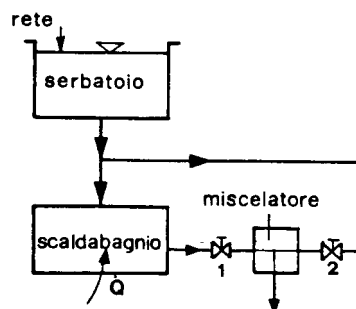

Fig. 3.8
Uno scaldabagno a gas, mostrato in Fig. 3.8 viene alimentato da un serbatoio a livello costante con una portata di 5,0 L/min di acqua alla temperatura di 12,0°C ed alla pressione di 3,0 atm. Nell'ipotesi di regime permanente e moto monodimensionale si calcoli:
- la potenza termica somministrata all'acqua (potenzialità teorica dello scaldacqua), per portare la sua temperatura, all'uscita del miscelatore, quando il rubinetto 2 è chiuso (Fig. 3.8.a) , ad un valore di 45°C; si esprima il risultato in kW .
- Lasciando inalterata la temperatura della portata di acqua calda a 45 ° C, si calcoli la portata massica di acqua fredda a 12°C (regolazione rubinetto 2) necessaria per avere in uscita dal miscelatore una temperatura di 38°C (Fig. 3.8.b).
- Se il serbatoio contiene 500 litri di acqua si calcoli per quanto tempo l'utenza può utilizzare la portata in uscita dal miscelatore a 38 ° C in caso di mancanza di alimentazione dalla rete idrica (Fig. 3.8.c)
a) Quando il rubinetto 2 è chiuso, il sistema si riduce a quello mostrato in Fig. 3.8.a, per il quale la portata in uscita dal serbatoio risulta uguale a quella che attraversa lo scaldabagno, e cioè:
Il primo principio della termodinamica per sistemi aperti (R.11), applicato al sistema di Fig. 3.8.a) fornisce:
Fig.3.8 a)
b) Il volume di controllo, in questo caso, è costituito dal miscelatore, ossia da quella porzione di tubazione delimitata dalla linea tratteggiata in Fig. 3.8 b).
Il bilancio di energia applicato al volume di controllo di Fig. 3.8 b), fornisce la relazione:
Fig. 3.8 b)
c) In assenza di alimentazione dalla rete, il serbatoio di capacità 500 litri (Fig. 3.8 c) dal quale fluisce una portata pari a 5,0 L/min, si svuoterà in un tempo pari a:
Fig.3.8 c)